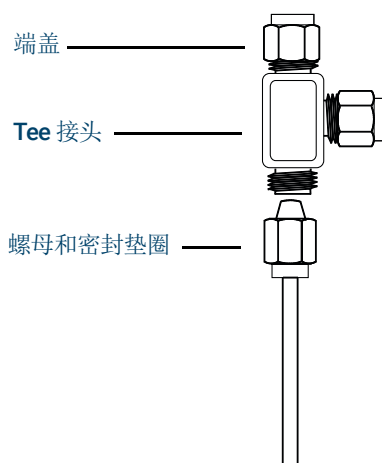

图 29. Swagelok Tee
- 1 在要安装 Tee 的位置切割管线。使用 Swagelok（接头套管）接头连接管线和 Tee。请参阅图 29。